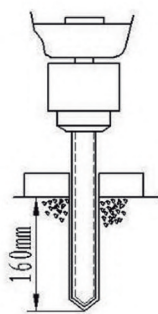
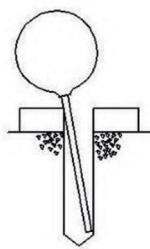

Figura 19
Figura 20
- Use um grampo de martelo com broca de impacto de $\varnothing 20\text{mm}$ (comprimento da broca $\geq 180\text{mm}$) perfure o orifício da placa de base até a profundidade de 160 MM (figura 19) e limpe o orifício com limpador de poeira (figura 20)